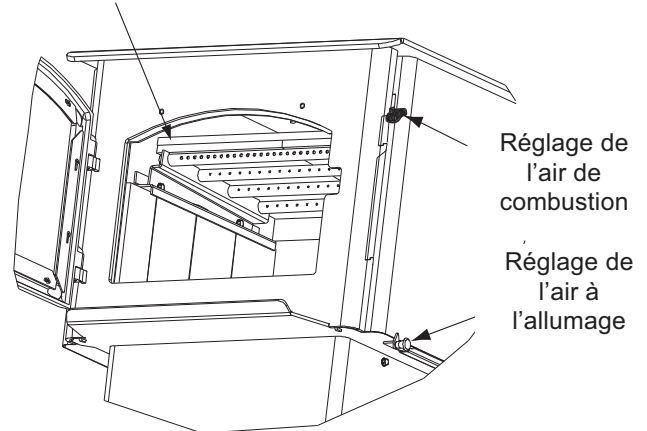
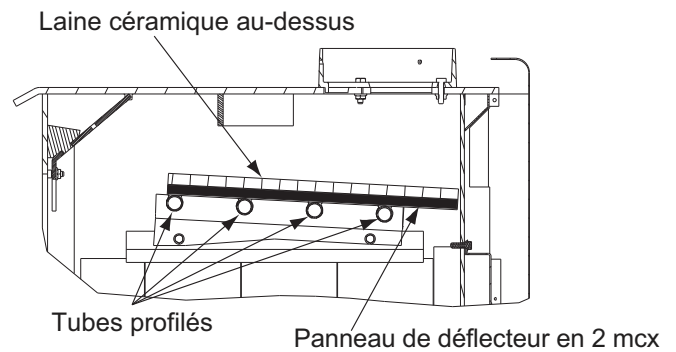

Figure 24.3
Figure 24.4
4. Réinstallez les deux parties du déflecteur l'une après l'autre. Assurez-vous que les deux parties du déflecteur soient à égalité avec le collecteur à tubes avant et qu'elles reposent sur tous les tubes (**Figure 24.3 et Figure 24.4**).
5. Pour réinstaller la laine céramique, il est plus facile de la plier d'abord en deux (**Figure 24.2 et Figure 24.4**). Placez-la sur la plaque du déflecteur, dépliez et lissez la laine céramique isolante. Révérifiez l'emplacement de la plaque-défecteur (**Figure 24.3 et Figure 24.4**).